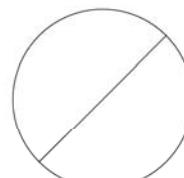

图8-160 旋转线段
- 03 调用RO【旋转】命令，设置旋转角度为-45°，旋转线段的结果如图8-160所示。